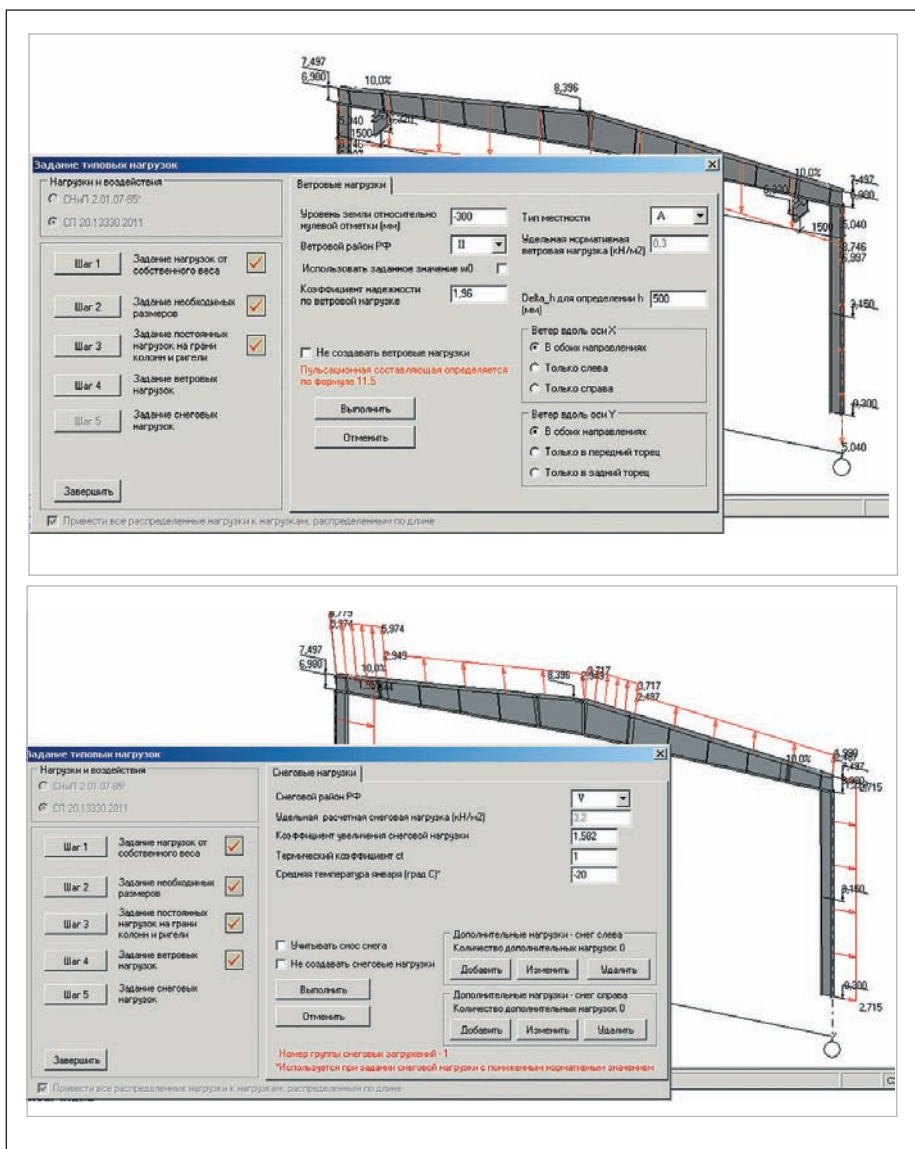

Рис. 3. Окна задания параметров для автоматического создания типовых общих загружений
2. В программе Гепард-А путем задания основных параметров (рис. 3) автоматически создаются типовые нагрузки (собственный вес, постоянные, снеговые, ветровые с учетом пульсационной составляющей и крановые нагрузки).